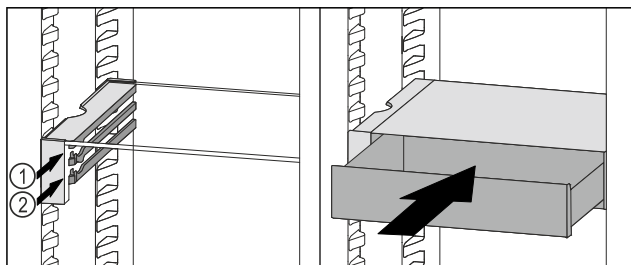

Fig. 87
- ▶ Установите выдвижной ящик VarioSafe за стопоры на требуемый выступ Fig. 87 (1) или Fig. 87 (2).